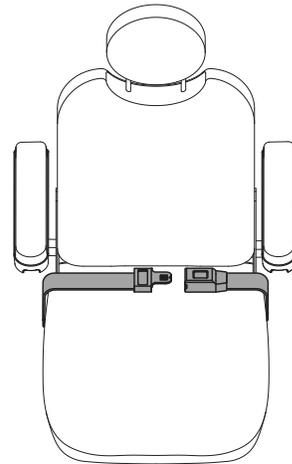

Figura 8. Cinturón de seguridad
Su silla eléctrica puede estar equipada con un cinturón de seguridad que puede ajustarse para un mayor confort. Ver figura 8. Su función es evitar que el usuario se deslice hacia delante o hacia abajo. El cinturón no está diseñado para limitar los movimientos.
**Ver figura 8.**